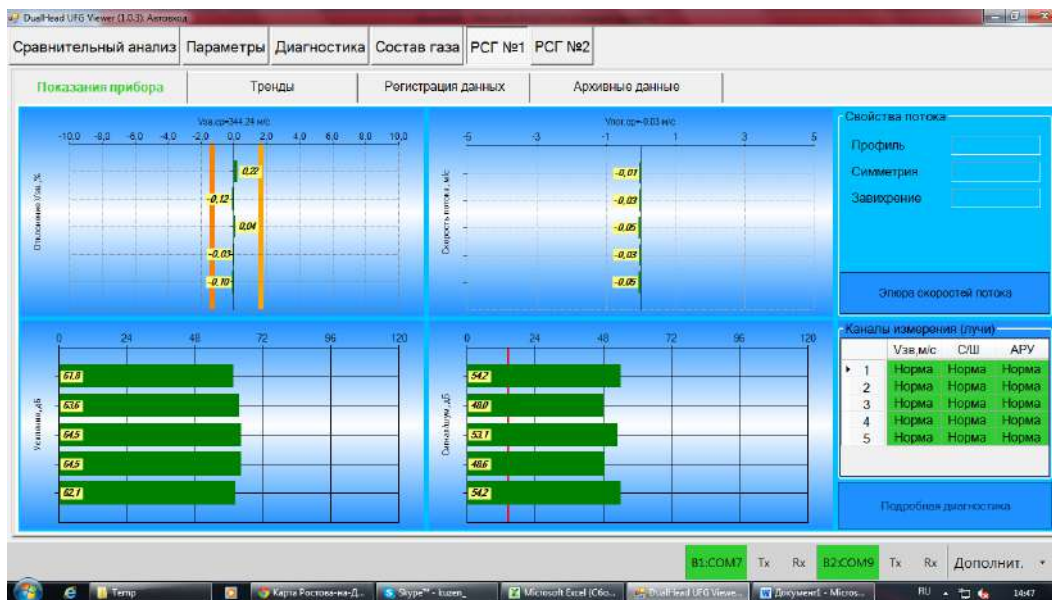

Рисунок 2.7
- показания прибора (рисунок 2.7);